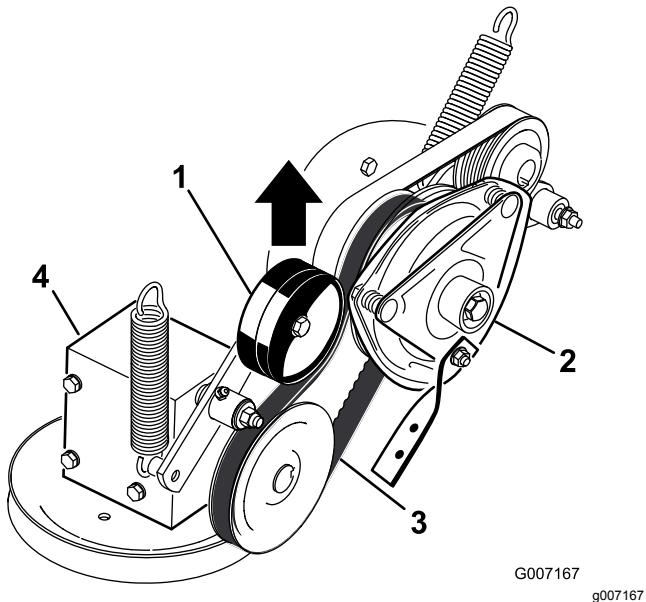

Figura 81
- Puxe a polia intermédia da mola para a correia de transmissão da PTO e retire a correia da polia da embraiagem (Figura 81).
17. Puxe a polia intermédia da mola para a correia de transmissão da PTO e instale-a na polia da embraiagem (Figura 81).